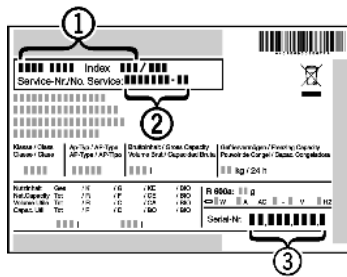

Fig. 53
- ▶ Считать обозначение устройства Fig. 53 (1), сервисный номер Fig. 53 (2) и серийный номер Fig. 53 (3) с заводской таблички. Заводская табличка находится внутри устройства слева.